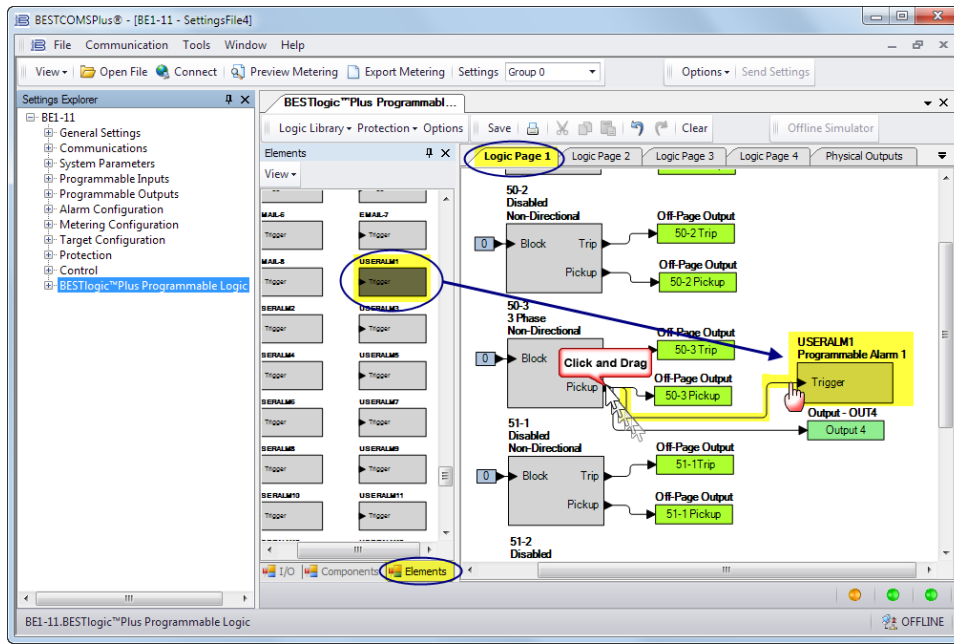

Figure 16. BESTlogicPlus Programmation de Alarme utilisateur 1 (User Alarm 1)
Step 11: Dans cette étape, la sortie Enclenchement (Pickup) de l'élément 50-3 est connectée à Alarme utilisateur 1 (User Alarm 1). Lorsque la sortie Enclenchement (Pickup) de l'élément 50-3 est définie sur vrai, la désignation de l'alarme utilisateur s'affiche dans l'écran Alarmes (Alarms) du panneau avant et dans le rapport de défaut et/ou de séquence des événements. La désignation est saisie à l'étape 13. Cliquez sur l'onglet Page logique 1 (Logic Page 1) et cliquez ensuite sur l'onglet Éléments (Elements) au bas de l'écran. Localisez l'élément Alarme utilisateur 1 (User Alarm 1). Cliquez et faites glisser USERALM1 vers le diagramme logique. Cliquez sur la sortie Enclenchement (Pickup) de l'élément 50-3 et faites-la glisser vers l'entrée de USERALM1 pour établir une connexion. Reportez-vous à la Figure 16.